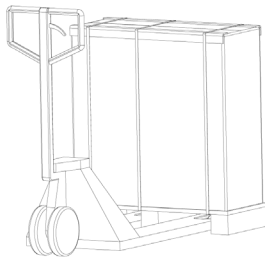

Fig. 8.
- ❑ Pour déballer un équipement, suivre la séquence de la figure 8 à 10 (couper les bandes de l'enveloppant en carton et l'enlever vers le haut comme une capote ou bien démontez-le avec les outils nécessaires si l'enveloppant est en bois ; enlevez les cantonnières et le housse en plastique. L'ASI restera nu sur la palette.